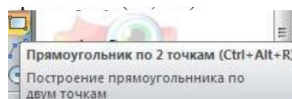

Рис. 141 – Кнопка Прямоугольник
8. **Прямоугольник.** Разберем оба способа его построения. В первом способе указываются координаты верхней левой и нижней правой вершин прямоугольника. Нажмите кнопку **Прямоугольник** на панели **Черчение** (рисунок 141). Введите координаты первой точки (5,170). Введите координаты второй точки (70,130).